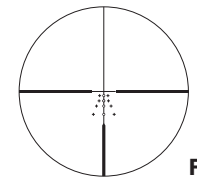
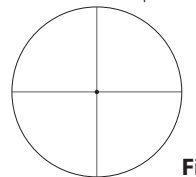

Fig. 3-1
Fig. 3-2
(1) Fokusering
- 1 Se gennem okularet med øjet ca. 10 cm (4 tommer) fra okularet for at se det avancerede BDC-trådkors (fig. 3-1) eller det fine trådkors med punkt (fig. 3-2). Sørg for, at dit øje befinder sig i den korrekte stilling og med korrekt pupilafstand, da motivet ellers bliver til en "blackout".